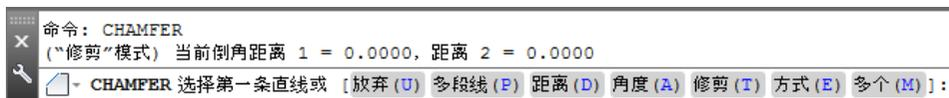

图 6.5.3 命令行提示
注意：图 6.5.3 所示的提示信息的第一行提示用户当前的两个倒角距离为 0，修剪模式为“不修剪”，第二行是倒角的一些选项。
Step4. 选取倒角边线。在图 6.5.3 第二行信息提示下，单击第一条直线，即第一倒角距离的边线；在 **选择第二条直线，或按住 Shift 键选择直线以应用角点或 [距离(D)/角度(A)/方法(M)]:**
(1) 如果不设置倒角距离而直接选取倒角的两条直线，那么系统便按图 6.5.3 提示的当前倒角距离进行倒角（当前倒角距离即上一次设置倒角时指定的距离值）。